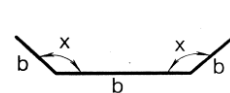

Рис. 5.5
5.7. Під яким кутом x (рис.5.5) слід збити три дошки однакової ширини b , щоб одержати водонапувальний жолоб найбільшої місткості?